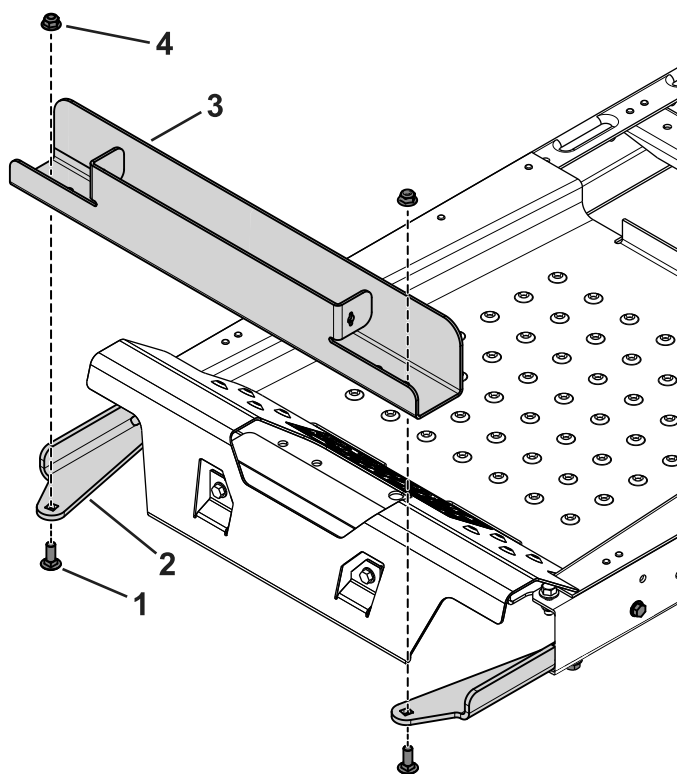

Figura 4
3. Utilizai cele 2 uruburi de fixare ($\frac{3}{8} \times 1$ ") i piuliile cu guler pentru a fixa compartimentul pentru greutate la elementele de montare (Figura 4).